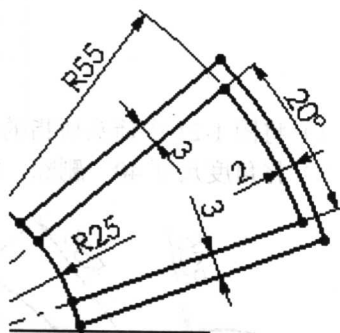

图 1-27 标注尺寸
7) 用“智能尺寸”标注尺寸, 如图 1-27 所示。并将两个尺寸值 3 修改成 0.0001。单击图标按钮退出草图绘制。